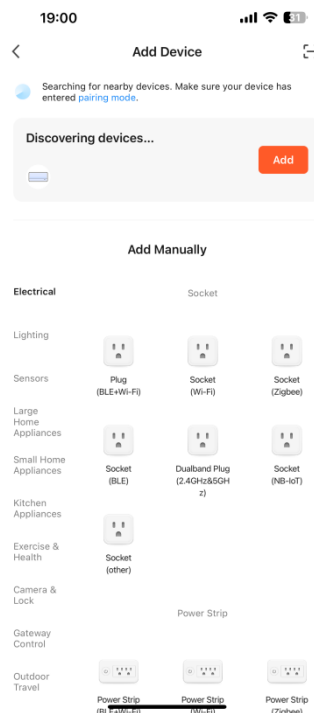

Abb.5
3.4. Um die Kopplung mit Bluetooth-Geräten zu beschleunigen, unterstützt die App die automatische Erkennung von Bluetooth-Geräten in der Nähe. Sobald die Startseite geöffnet ist, sucht die App automatisch nach Bluetooth-Geräten, deren Kopplung ansteht, und zeigt erkannte Bluetooth-Geräte in einem Dialogfeld an. (Abb. 5)